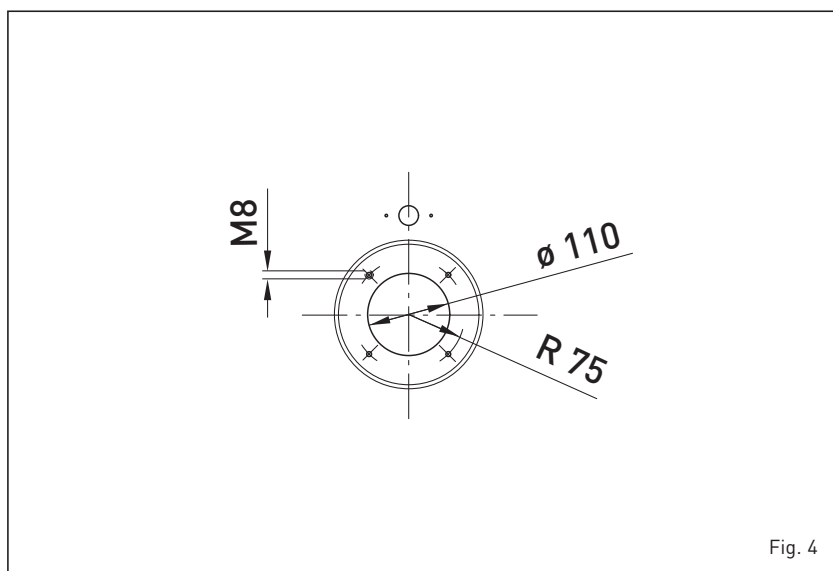

Fig. 4
1.7.2 Montage van de brander (fig. 4)
De ketel deur is reeds voorzien voor de montage van de brander (fig. 4). De branders moeten zodanig worden afgesteld dat de CO₂ overeenstemt met de waarde die in punt 1.3 staat aangegeven met een tolerantie van ± 5%.